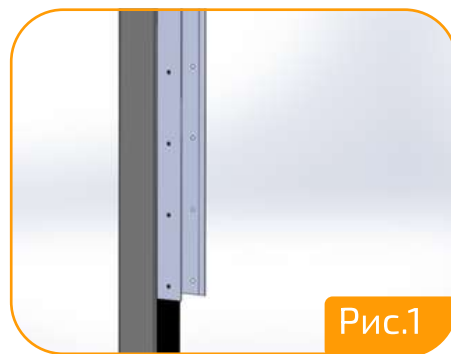

Рис.1
1. Стойки боковые 60x40x2000 мм (2 шт) прикрепить к столбам (сторона с меньшим расстоянием до отверстия - вниз). Стойки в одной секции должны быть одинаково выровнены. При монтаже можно использовать уровень, рулетку, шнур и т.д. (Рис.1).